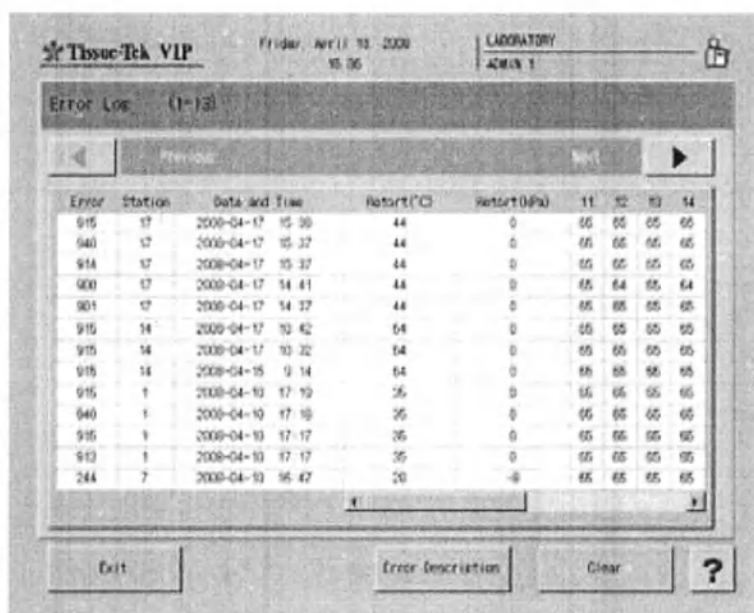

Рис. 59 Журнал ошибок
1. На закладке «Utility Menu» (Меню утилит) нажмите кнопку «Error Log» (Журнал ошибок). Появится соответствующий экран (Рис. 59).